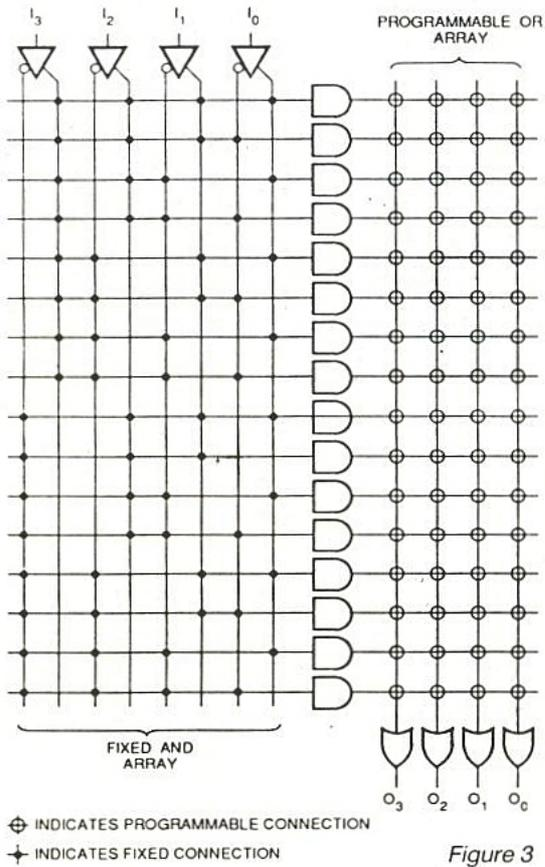

Figure 3
- Première épreuve sur table traçante (éch. 1 sur calque). Voici d'ailleurs une astuce pour le traqueur à ne pas mettre entre toutes les mains. Regardez bien les pistes fines de la face 1 (**figure 3**) et le tracé de la face composants : les pistes fines sont très légèrement plus grasses sur la face 1. Une plume de 0,35 trace à 0,4 fort alors que 0,4 n'existe pas au catalogue ! La solution : un petit coup de ciseau pour réduire de 2/10 mm l'aiguille d'une plume 0,35 et SURTOUT en déformer
On assimile habituellement ces éléments à des mémoires (Read-Only Memory). Quoiqu'il en soit, le circuit intègre une matrice AND (nécessaire au décodage des adresses) associée à une structure de ORs programmable (**figure 3**). Pour une adresse donnée, le composant valide ainsi sur ses sorties une valeur telle que l'utilisateur l'a programmée à l'intérieur. Rappelons que ce composant n'autorise qu'un seul et unique claquage, contrairement à l'EPROM (Erasable PROM) que l'on efface à l'aide d'ultra-violettes lorsque l'on désire la reprogrammer.